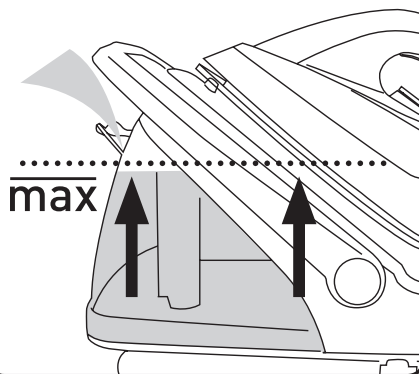

Fig.3
- Enchufar el aparato a la red eléctrica. (Fig. 3)
- Los pilotos luminosos (B), (J) y (K) se iluminarán (Fig. 3 y 5)
- Cuando el piloto (B) se desconecte y el piloto (J o K) estén fijos, señalará que el aparato ha alcanzado la temperatura adecuada.
- Pulse el botón del vapor (C) de forma continua durante 10 segundos.
- Durante el uso del aparato el piloto luminoso (B) se conectará y desconectará de forma automática, indicado de este modo el funcionamiento de los elementos calefactores para mantener la temperatura deseada.